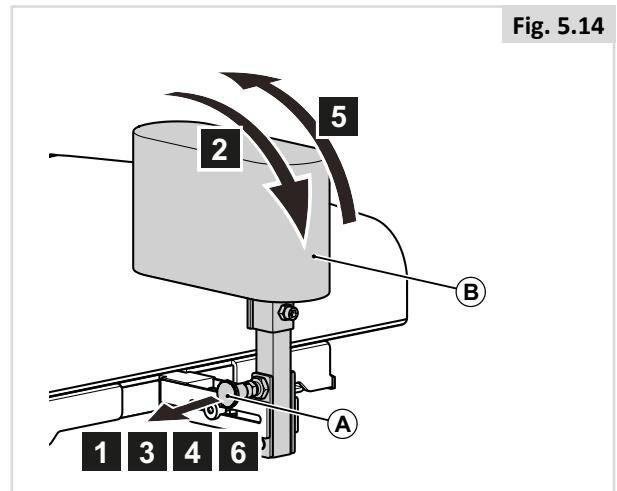

Fig. 5.14
5.9 Abduktionsknapp (Fig. 5.14)